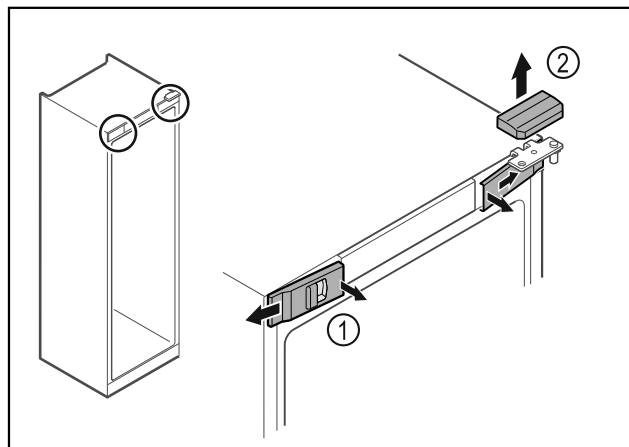

Fig. 9
- Paina etummaisat suojukset Fig. 9 (1) sisäpuolelta irti ja ota ne sivukautta pois.
- Ota ylempi suojus Fig. 9 (2) yläkautta pois.